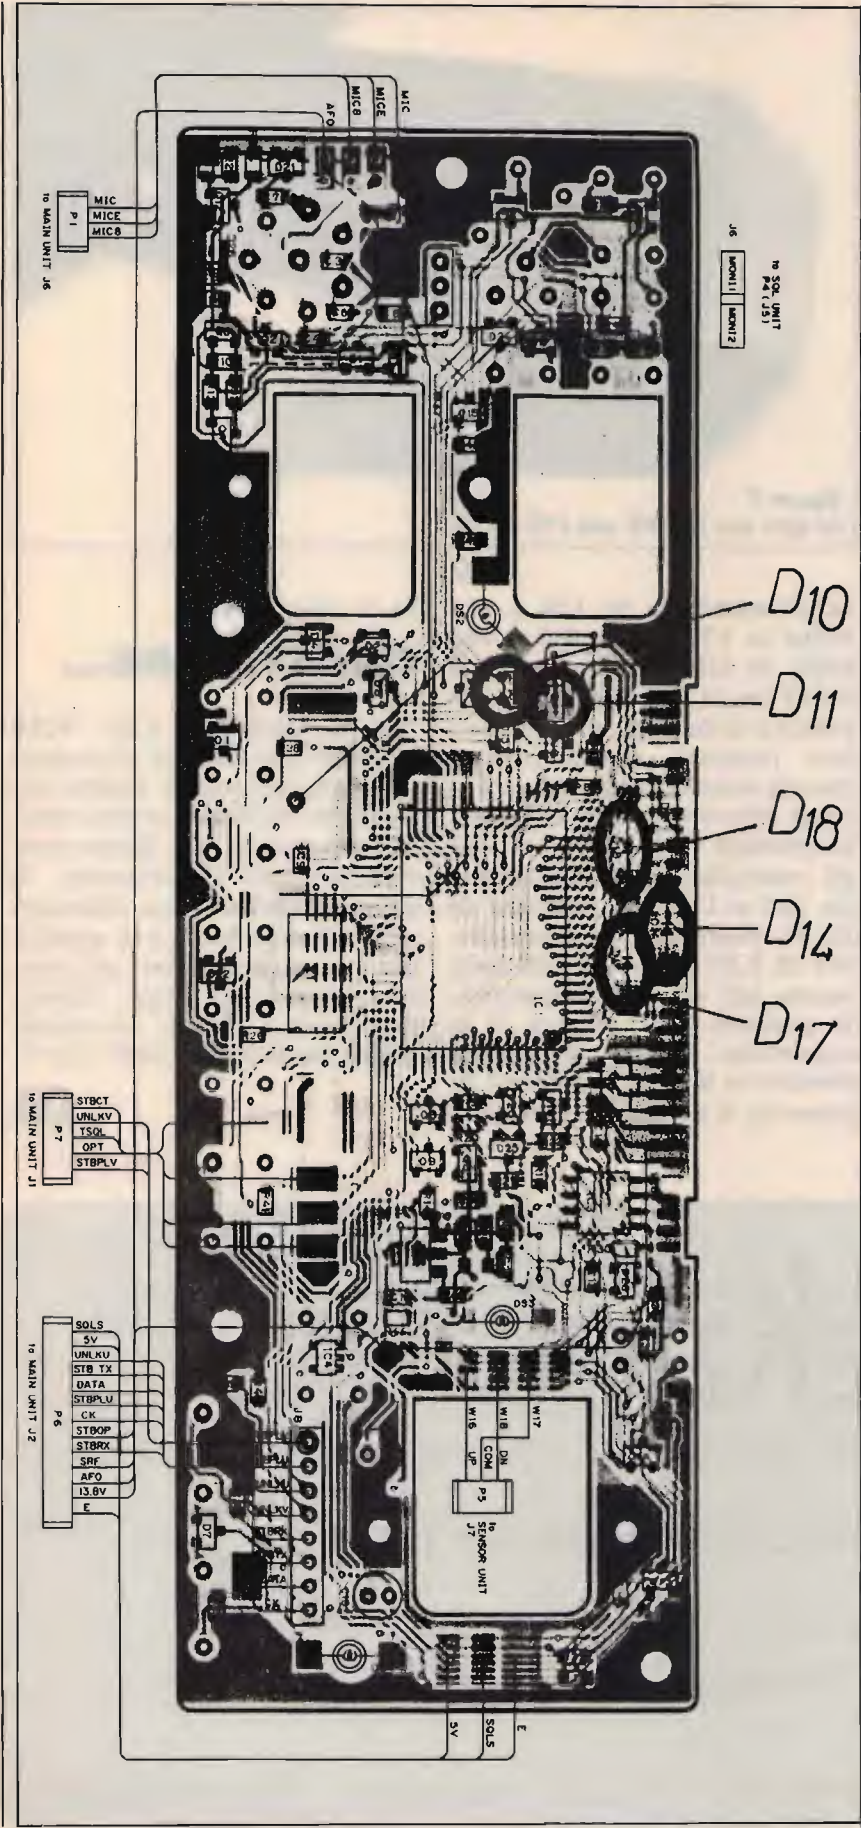

figura 5a
1) dissaldare il diodo D 14 (figura 5a e 6).